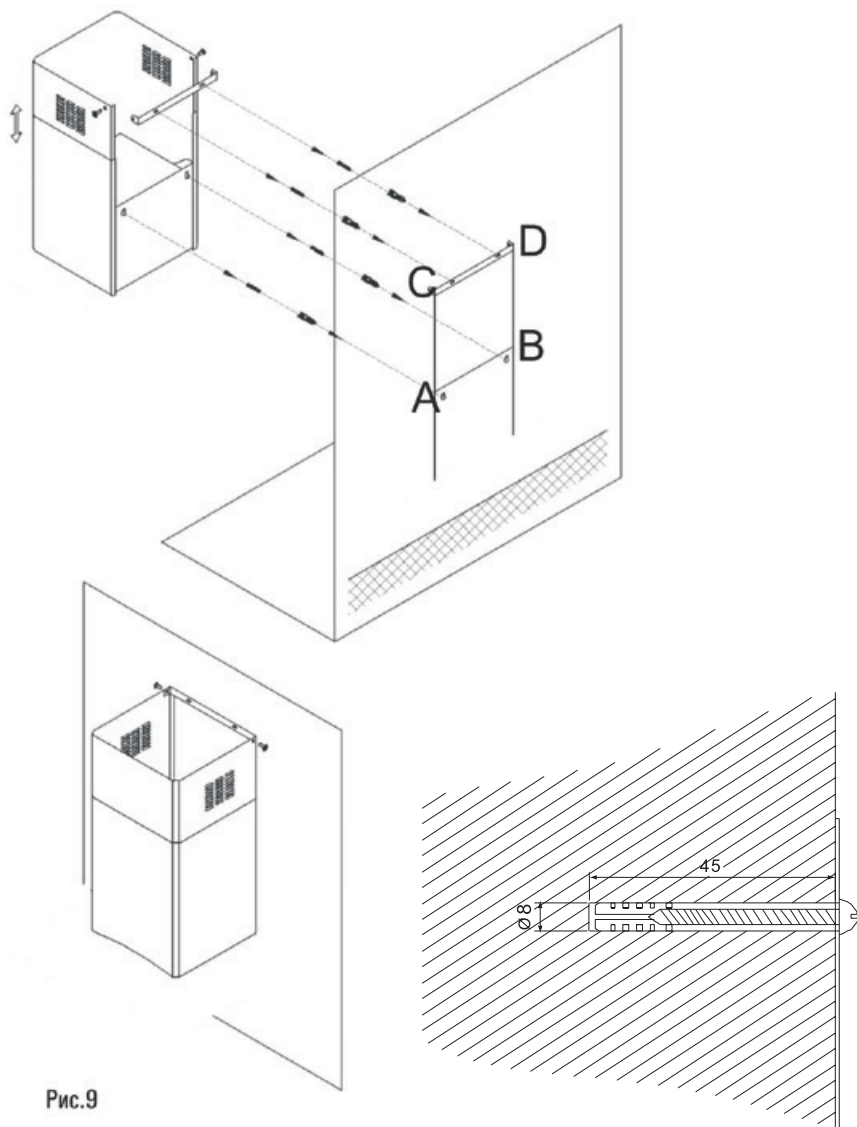

Рис.9
1. Прежде чем приступить к сверлению отверстий под дюбели в стене необходимо произвести разметку. Для этого измерьте на вытяжке расстояние между центрами отверстий, предназначенных для подвешивания вытяжки на стену. На нужной высоте начертите горизонтальную линию на стене по уровню. На этой линии наметьте точки (А и В), расстояние между которыми должно равняться расстоянию, измеренному между центрами отверстий для крепления вытяжки (рис. 9).
3. Возьмите установочные винты ST4x35, наденьте на них металлические дюбеля таким образом, чтобы разрезная часть была направлена в сторону головки винта, и установите их в просверленные вами отверстия в стене А и В резьбовой частью наружу (рис. 9).
5. Повесьте корпус вытяжки на опорные точки А и В согласно прилагаемого рисунка (рис. 9). Затяжку гаек производите с полным прижатием корпуса вытяжки к стене с максимальным усилием, до полной фиксации крепежа в стене.
7. Сделайте разметку для крепления планки внутреннего декоративного кожуха, точки C, D на рис. 9.
Рис. 9а